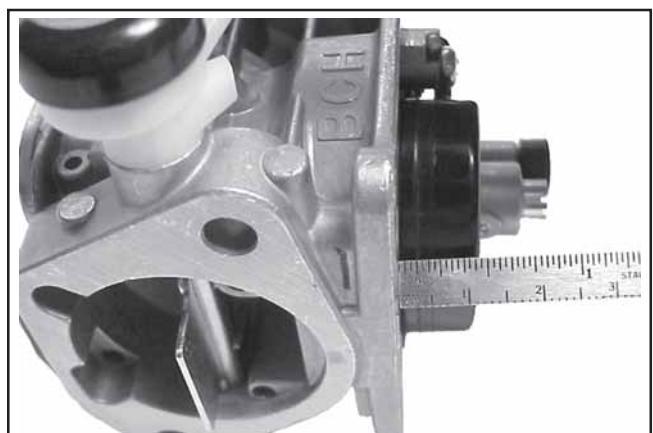

Figura 5-22. Controllo dell'altezza del galleggiante.
13. La regolazione in altezza corretta del galleggiante è **12,0 mm (0.472 in.)** dal fondo piatto al corpo del carburatore. Vedere Figura 5-22. Regolare l'altezza del galleggiante piegando con cautela la linguetta metallica del galleggiante.